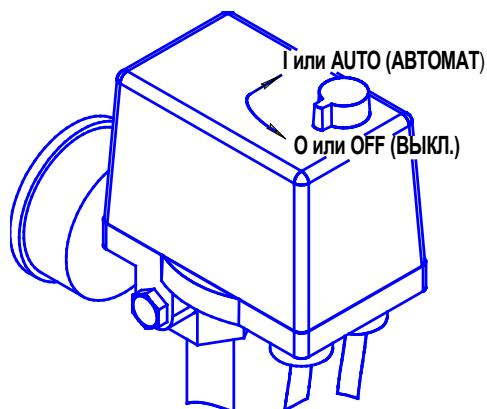

Рисунок 2
- 1 Проверьте, чтобы выключатель на прессостате находился в выключенном положении "OFF" или "O", в зависимости от исполнения (см. рисунок 2).
- 1 Выключить компрессор выключателем на прессостате. Для этого необходимо переключить выключатель в положение "OFF" или "0", в зависимости от исполнения (см. рисунок 2). После этого остановится электродвигатель и произойдет сброс давления из нагнетательного воздухопровода и поршневого блока.
Для пуска компрессоров СБ4/Ф-500.W95, СБ4/Ф-500.W95/16, СБ4/Ф-500.W95ТБ после срабатывания защиты выполните следующие действия: после того, как двигатель остынет до допустимой температуры переключите выключатель на прессостате в положение "OFF" (см. рисунок 2), а затем включите компрессор переключив выключатель в положение "AUTO". Компрессор СБ4/Ф-500.W95T включается автоматически.